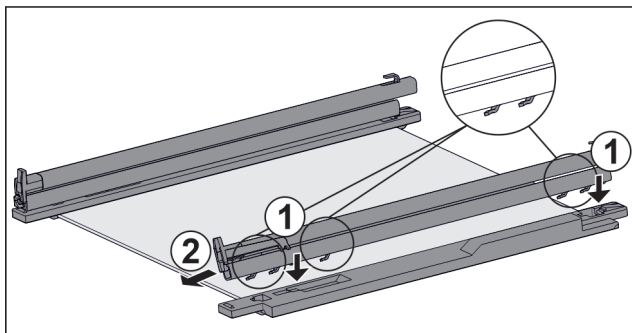

Fig. 110 Стекла́нная пластина с направляющими и крепежными элементами
- ▶ Поместите крючки направляющей в отверстия **левого** крепежного элемента. Fig. 110 (1)
- ▶ Потяните направляющую вперед. Fig. 110 (2)
- ▶ Поместите крючки направляющей в отверстия **правого** крепежного элемента. Fig. 110 (1)